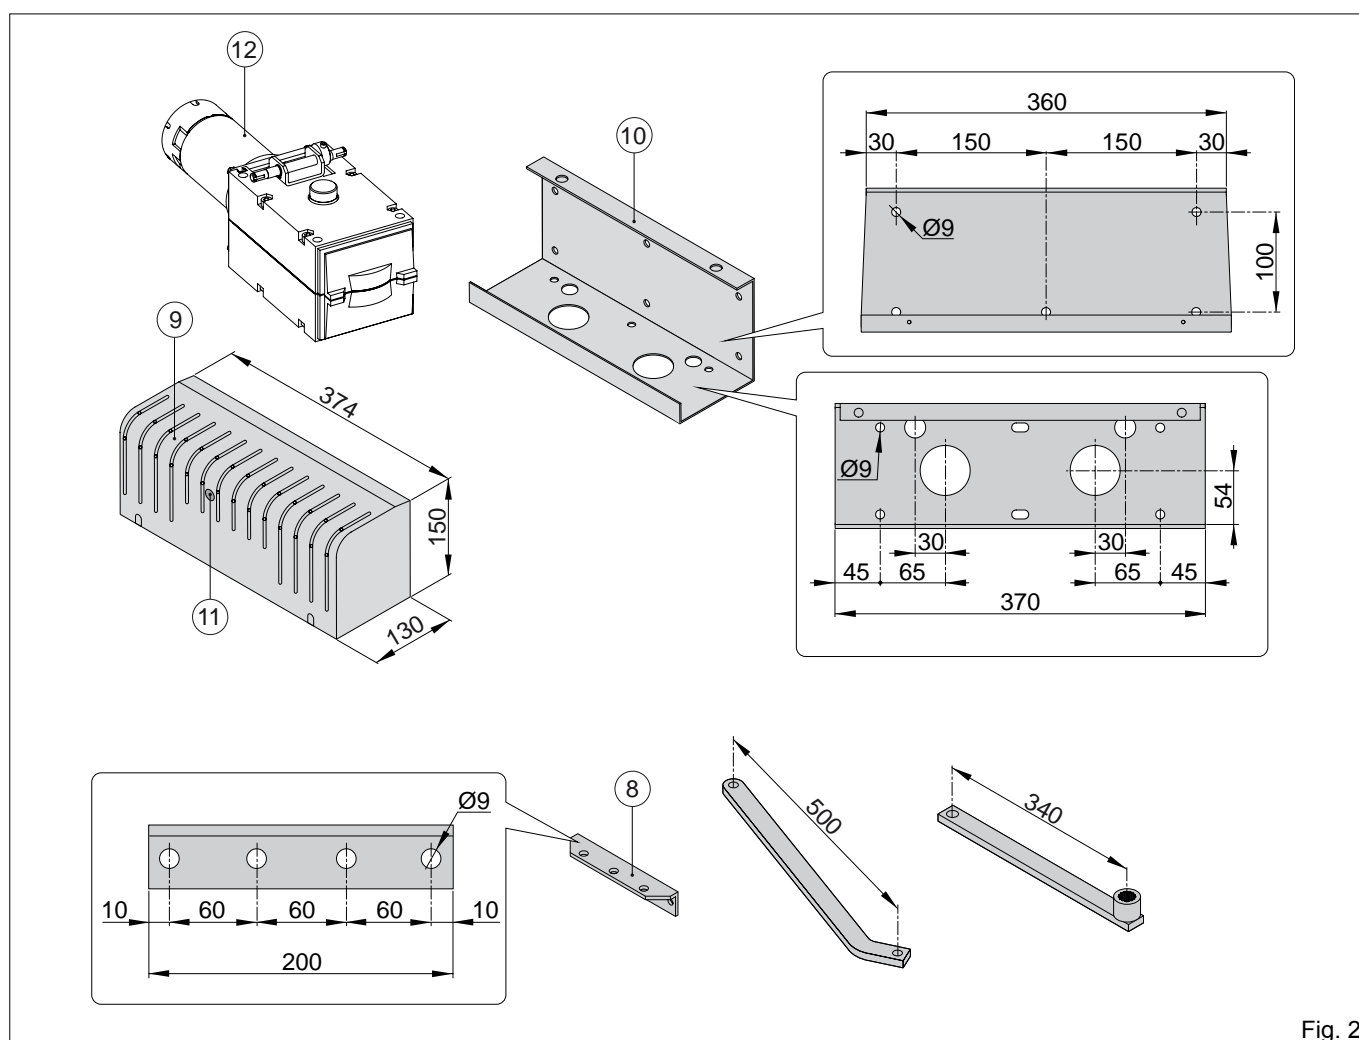

Fig. 2
2.2 Références motoréducteur (fig. 2)